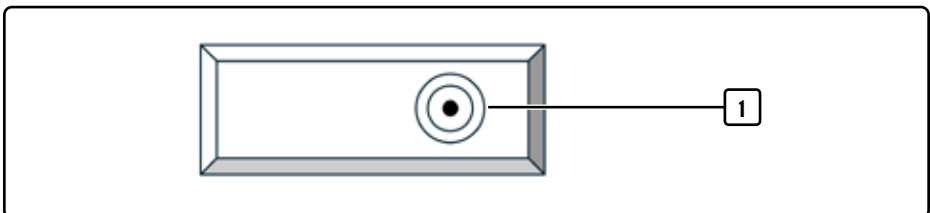

Abb. 4 Draufsicht Wassertank
3. Filterkartusche so in den Wasserfilteradapter (1, Abb. 4) im Wassertank einsetzen, dass er einrastet.